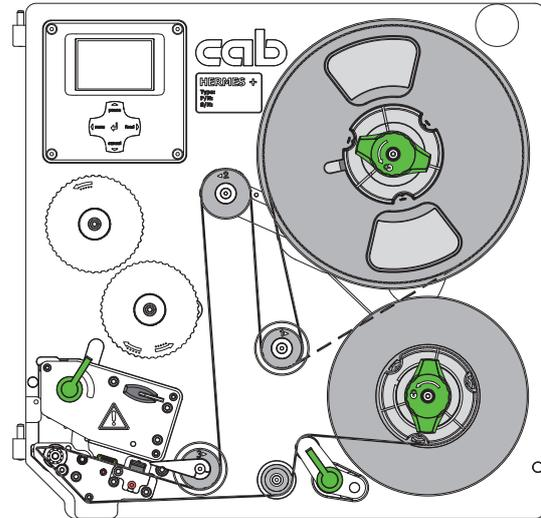

Figura 11 Corsa etichette di stampa
1. Ruotare la leva (4) in senso antiorario, per sollevare la testina di stampa (2).
2. Regolare completamente verso l'esterno la guida (6) ruotando il mandrino (7) con la chiave (8).
4. Condurre le strisce di etichette (5) nell'unità di stampa come indicato nella Figura 11. La linea tratteggiata vale per le etichette avvolte verso l'interno.
5. Inserire le strisce di etichette attraverso il relè fotoelettrico (3) fino al bordo di emissione (1) e spingerle fino a farle aderire alla parete di montaggio. Il lato da stampare delle etichette deve essere visibile dall'alto.
6. Spingere la guida (6) contro il bordo esterno della striscia di etichette ruotando il mandrino (7).
7. Spingere le etichette oltre il bordo di emissione (1) in modo che raggiungano l'avvolgitore interno con il sistema di trazione. Rimuovere le etichette dal materiale di supporto che fuoriesce dal bordo di emissione.